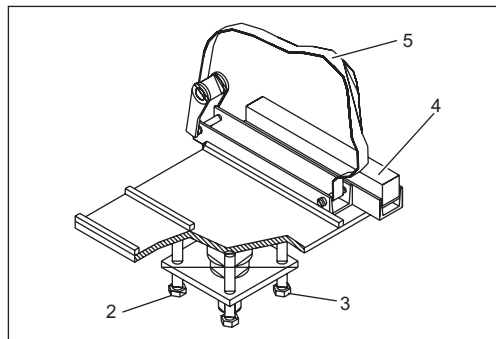

Fig. 6:
- afloje los tornillos de fijación (Fig. 6/4) de las piezas deslizantes
- Cambie la inclinación en diagonal paso a paso: afloje primero el tornillo (Fig. 6/2) y luego ajústelo (Fig. 6/3) etc.